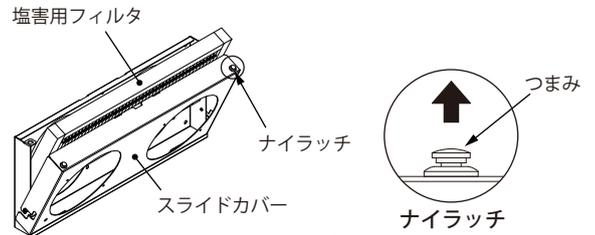

図18
1. スライドカバーのナイラッチつまみを「カチッ」と音がするまで持ち上げ、ロックを解除してください。(図 18)
2. スライドカバーを両手で持ち上げ、そのまま手前に傾けて開いてください。(図 18)